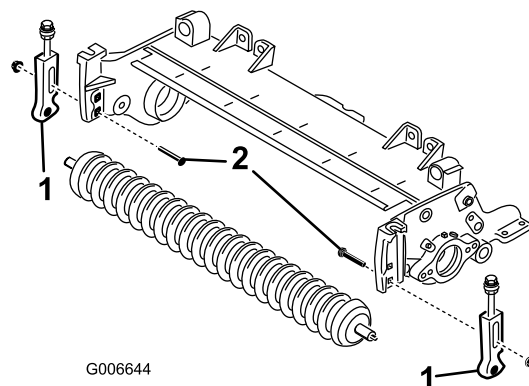

図 4
5. 刈高ブラケットをカッティングユニットのサイドプレートに固定しているキャリッジボルトを外す 図 4。
7. カッティングユニットのサイドプレートから刈高ブラケットと前ローラを取り外す 図 4。